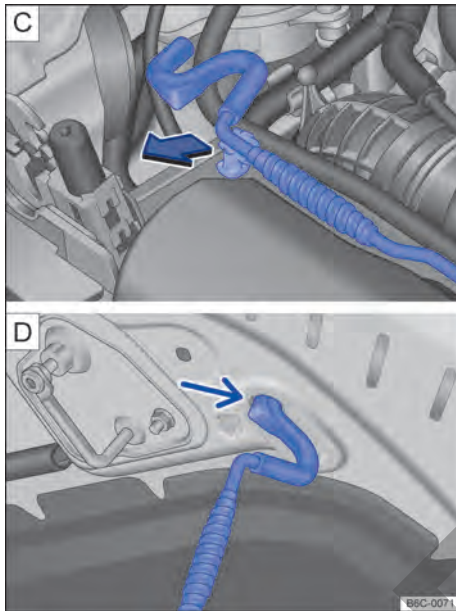

Fig. 199 [C] Varilla de sujeción de la tapa del compartimento del motor. [D] Tapa del compartimento del motor apoyada en la varilla de sujeción.
- Retirar la varilla de sujeción del soporte en el sentido de la flecha → fig. 199 [C] y colocarla en la abertura de la tapa del compartimento del motor → fig. 199 [D].
- Retirar la varilla de sujeción del orificio → fig. 199 [D] y encajarla en el soporte del cierre → fig. 199 [C].